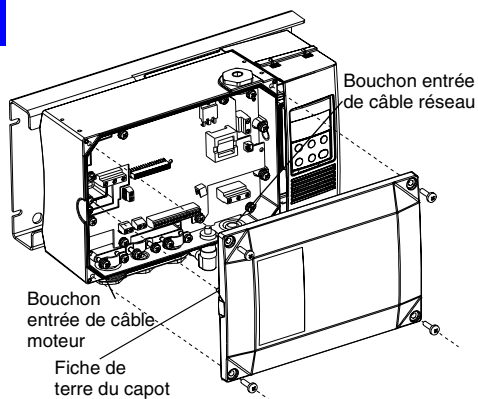

Figure 1
- Retirez la fiche de terre et les bouchons des différentes entrées de câble, cf. Figure 1.
**REMONTEZ LE CAPOT DU CONVERTISSEUR.** (Vérifiez que la fiche de terre du convertisseur est en place, cf. Figure 1, et serrez les quatre vis.)